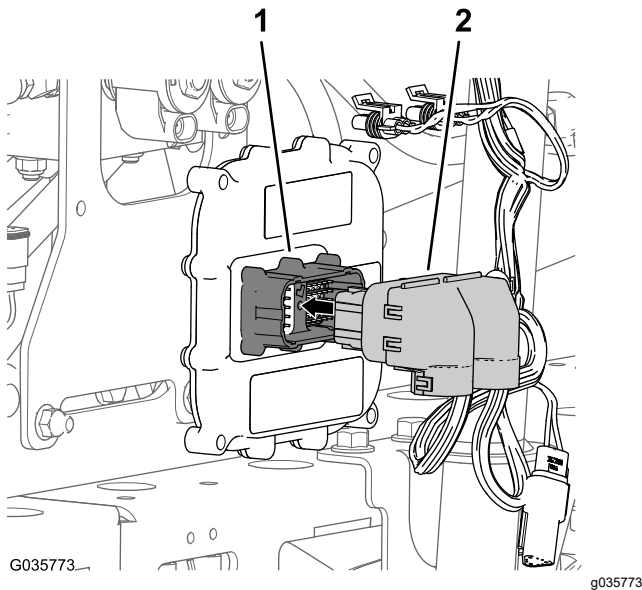

Figura 27
2. Ligue o conector de 50 tomadas da cablagem para a rampa Sonic ao conector de 50 pinos do controlador eletrônico e prenda os conectores com o parafuso de cabeça sextavada (Figura 27).